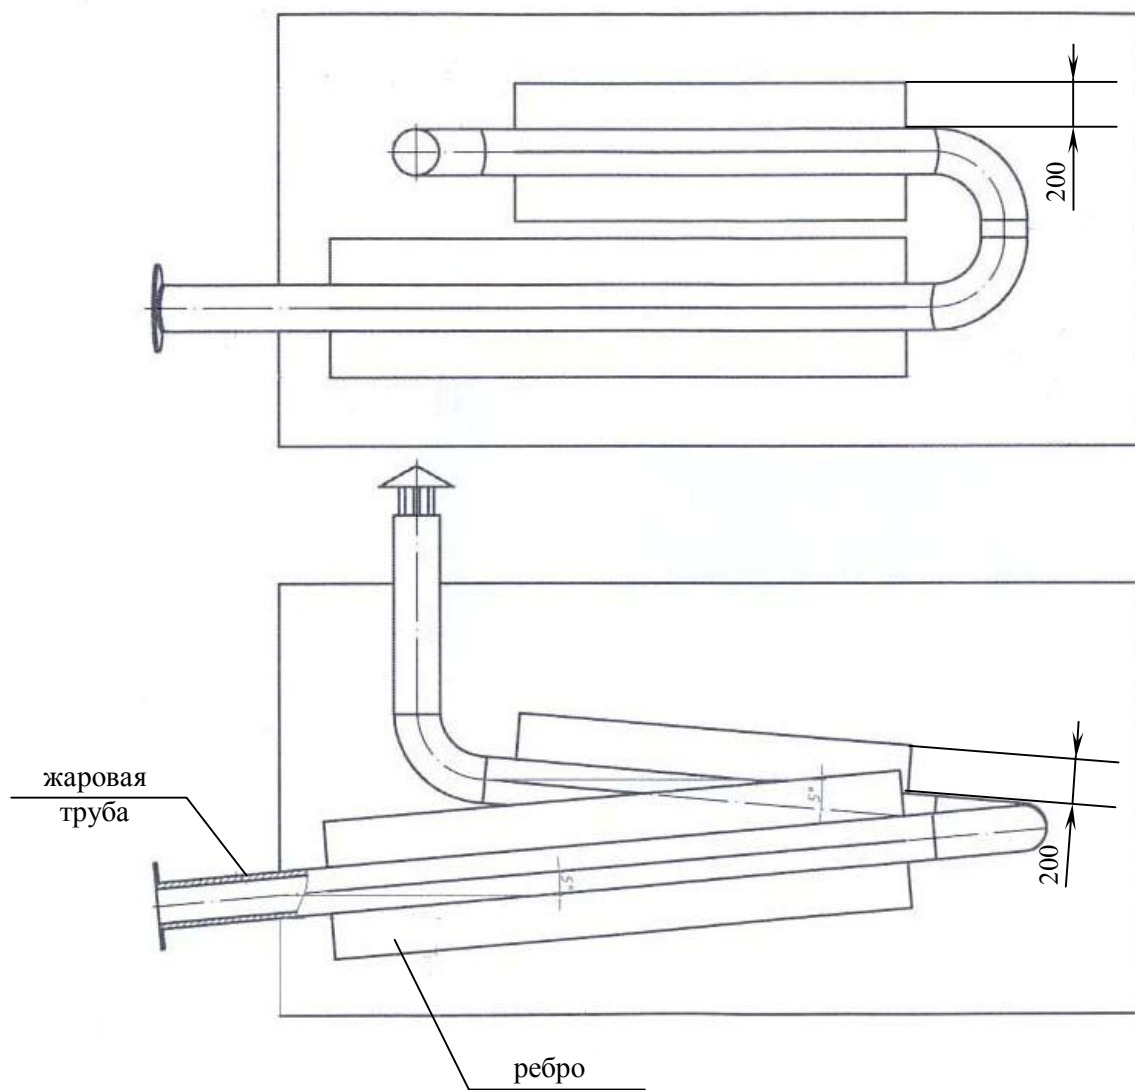

Рис. 3. Схема установки жаровой трубы.
- для повышения КПД жаровую трубу необходимо снаружи продольно оребрить полосой из стали углеродистой (толщина листа 4...5 мм, высота – 200 мм), ребра приваривать к трубе либо сплошным швом, либо прерывистым швом длиной не менее 70% от длины ребра см. рис. 3;